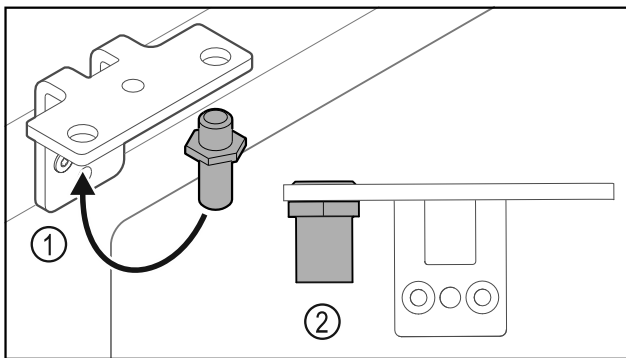

Fig. 38
- ▶ Преместете болта Fig. 38 (1) в ъгъла на пантата.
- ▶ Затегнете болта Fig. 38 (2) с **въртящ момент от 12 Nm**.